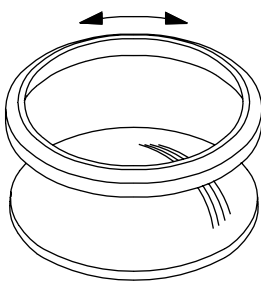

Fig.6-14.2 Desbaste
3. Desbastar para o assento novo de encontro ao segmento de esferas. Adicionar paste de desbastar para válvulas e esfregar o assento e o segmento de esferas um contra o outro até se obter um acabamento contínuo opaco à volta das superfícies de vedação (→ Fig. 6-14.2).
Desbastar o segmento de esferas no assento novo. Usar pasta de desbaste para válvulas e esfregar o assento e o segmento de esferas um de encontro ao outro até as superfícies da área de vedação estarem uniformemente opacas (→ Fig.6-14.2).